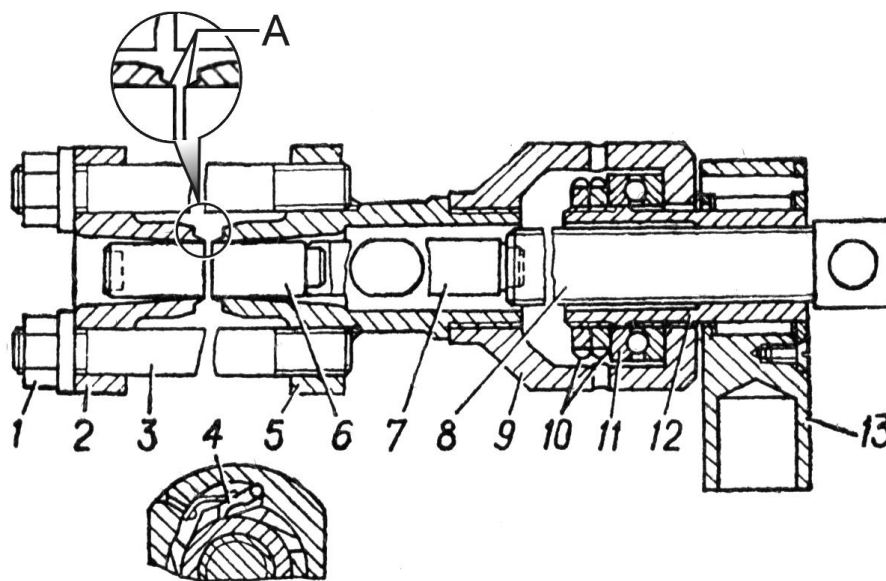

Рис. 5.3. Приспособление для выпрессовки и запрессовки пальцев с РМШ:
Приспособление для выпрессовки и запрессовки пальцев с РМШ состоит из фланца 5 (рис. 5.3) и опоры 2, соединённых стяжками 3 с гайками 1. На фланце монтируется стакан 9, в котором на упорном подшипнике 11 установлена винтовая пара – винт 8 и гайка 12, закреплённые двумя гайками 10. Для приведения во вращение на гайке 12 смонтирован вороток 13 с храповым механизмом 4 и отверстием для лома. **На фланце и опоре приспособления имеются конусные выступы «А», которыми они входят в фаски на торцах крайних проушин звена для обеспечения центровки.** В комплект приспособления входят две скалки – длинная (195 мм) с контрольной риской и короткая (160 мм), а также чехол для хранения приспособления.
2. Установить фланец 5 со стяжками 3 и опору 2 (см. рис. 5.3) на гусенице, навернуть гайки 1 стяжек и затянуть их до соприкосновения внутренних торцов крайних проушин с наружными торцами внутренних проушин.